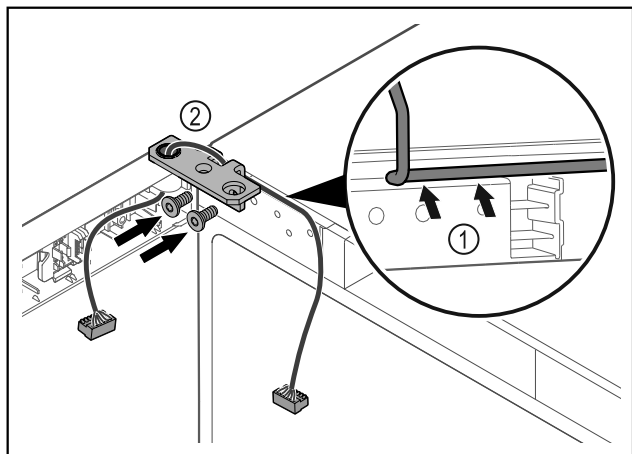

Fig. 48
- ▶ Juhtige kaabel läbi šarniirnergiku väljalõike ja vedage ettevaatlikult Fig. 48 (1).
- ▶ Kruvige šarniirnergik Fig. 48 (2) külge.